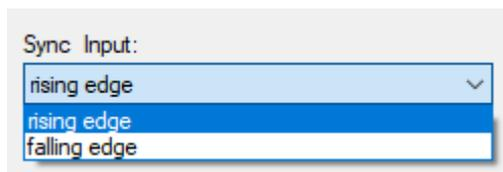

Abbildung 47: Pull-Down Menü: Sync Input
| Sync Input: | Eingangssignal für Sync Signal (Abbildung 47, Seite 57). |
- Sync Input wählen (Abbildung 47, Seite 57).